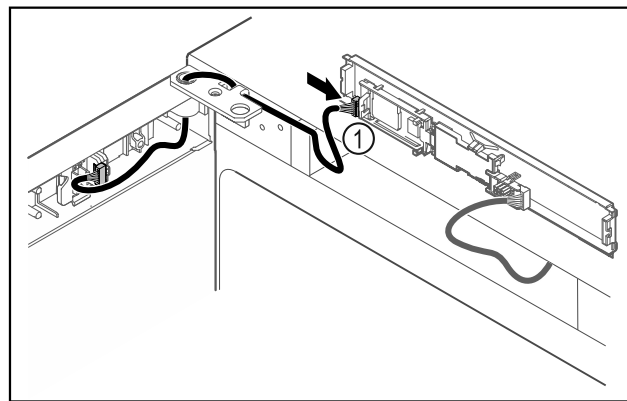

Fig. 42
- ▶ Συνδέστε το φιν Fig. 42 (1) στην πλακέτα.